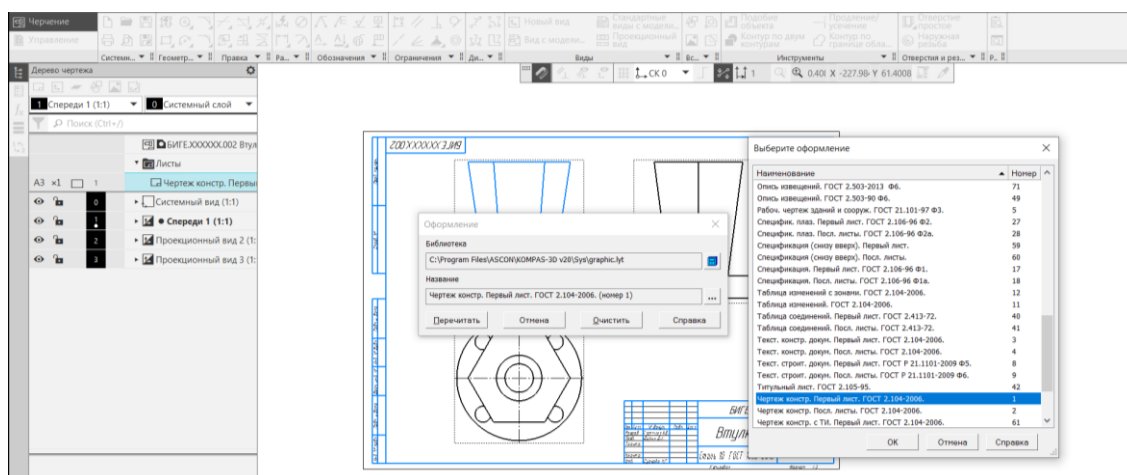

Рис. 20 Библиотеки стилей оформления
- **Черчение – Дерево чертежа – Листы - Оформление – Библиотека стилей оформления - Чертеж конструкторский. Первый лист. Оформление по ГОСТ 2.104–2006 (рис. 20).**